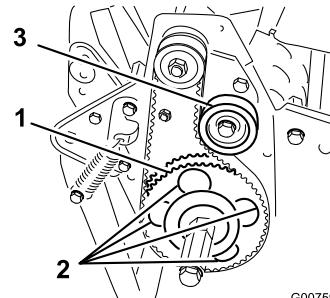

Figure 38
7. Tournez la poulie menée jusqu'à ce que les trous se trouvent en face des 4 vis à embase du roulement à rouleaux (Figure 38).
11. Réglez la tension de la courroie et serrez la vis de fixation de la poulie de tension (Figure 38).